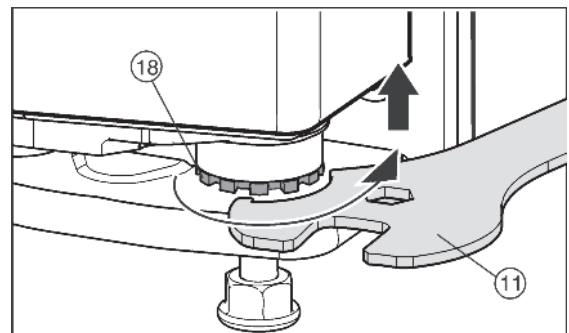

Fig. 13
- ▶ Чтобы поднять дверцу выверните вправо опорный палец Fig. 13 (18) с помощью прилагающегося вилчатого ключа Fig. 13 (11). При поставке опорный палец полностью вкручен.